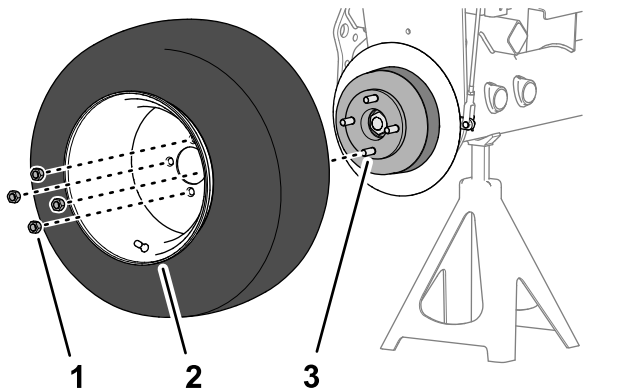

Figura 75
1. Montate la ruota sul mozzo con i 4 dadi a staffa (Figura 75) e serrate i dadi a staffa manualmente.